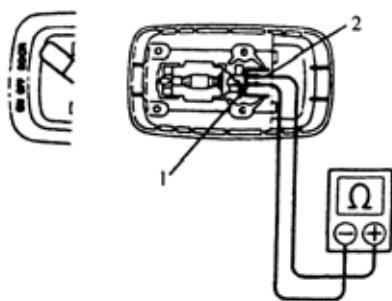

图 9-41
2) 当开关工作时，检查端子 1 和端子 2 之间是否导通，如图 9-41 和表 9-22 所示。